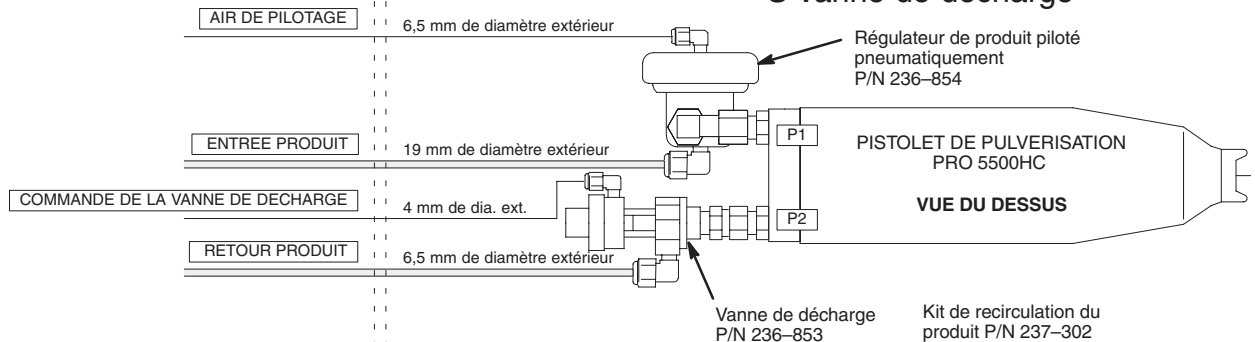

Fig. 2
Les pistolets PRO 5500HC offrent la possibilité de surveiller la tension réelle de pulvérisation grâce aux indications fournies par la fibre optique en option. La lecture de la mesure KV seule ou de la mesure KV et de l'intensité peuvent se révéler très utiles pour la surveillance des caractéristiques de tension lors de la pulvérisation de produits conducteurs. Voir la Fig. 2 en page 8.
La Fig. 1 de la page 8 présente une installation type 5500. La Fig. 2 présente certaines options disponibles.
Un raccord de fibre optique en option (124) est livré non monté avec le pistolet. En cas d'utilisation d'un module d'affichage de valeur KV, monter le raccord sur le collecteur. Voir la Fig. 7, point 7. Voir le schéma des connexions de la fibre optique en Fig. 2, page 8.